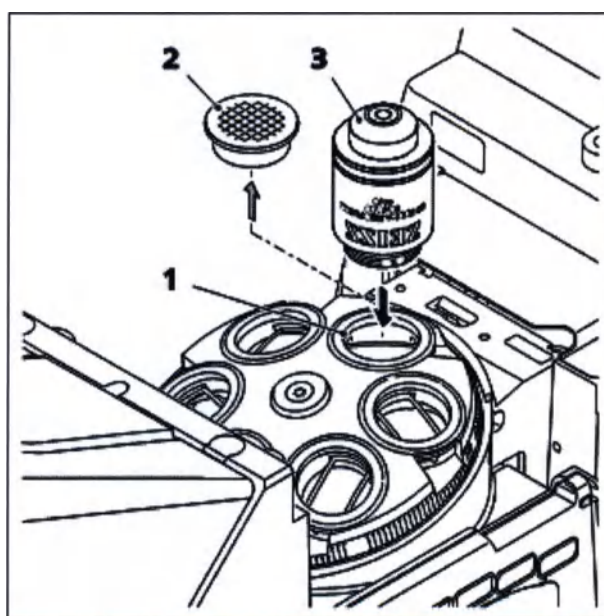

Рис. 19 Прикручивание объективов
- Снимите пылезащитные крышки (рис. 19/2) с гнезд на турели объективов.
- Извлеките объективы (рис. 19/3) из футляра и установите их в турель объективов (рис. 19/1), начиная с позиции №1 (см. выгравированный номер) в порядке роста увеличения. Убедитесь, что все объективы прикручены правильно и надежно.